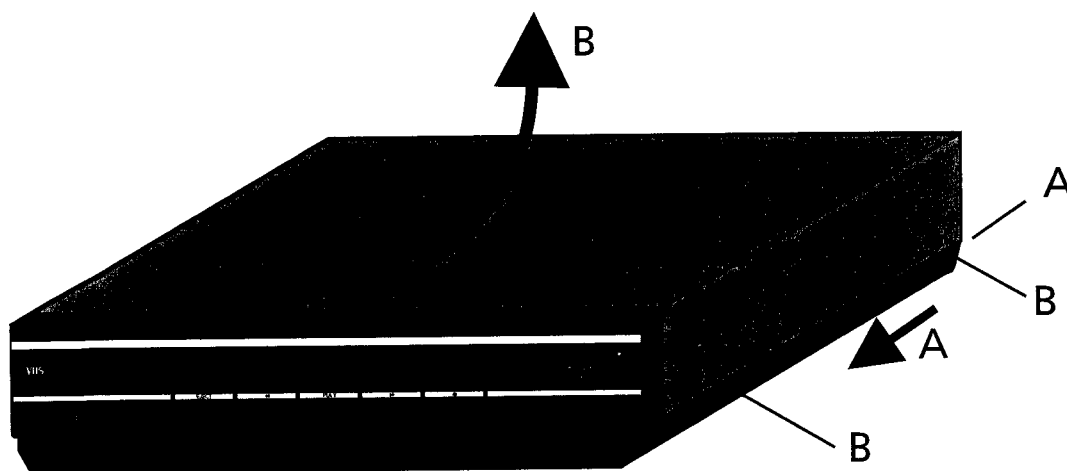

Fig. 1
- Remove the 2 screws A (1 at each side), and push the side panels in direction of the arrow A (fig. 1).
- Entfernen Sie die beiden Schrauben A (je 1 pro Seite) und drücken Sie die beiden Seitenplatten in Richtung des Pfeils A (Abb. 1).
- Enlever les 2 vis A (1 de chaque côté) et repousser les joues dans le sens de la flèche A (fig. 1).
- Remove the 4 screws (2 at each side). Pull the top cover back and upwards in direction of the arrow B (fig. 1).
- Entfernen Sie die 4 Schrauben (pro Seite je 2). Ziehen Sie die Abdeckung zurück und nach oben in Richtung des Pfeils B (Abb. 1).
- Enlever les 4 vis (2 de chaque côté). Tirer le couvercle supérieur en arrière et vers le haut dans le sens de la flèche B (fig. 1).